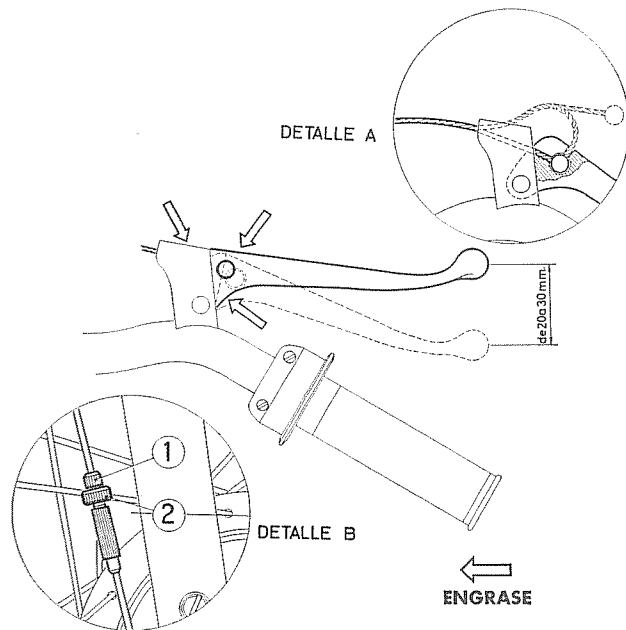

Fig. 25.— Mando freno delantero: Reglaje y engrase.
- Reglar por medio del tornillo tensor 1 de manera que el extremo del mando con un recorrido de 20 a 30 mm. consiga frenar la rueda (fig. 25).